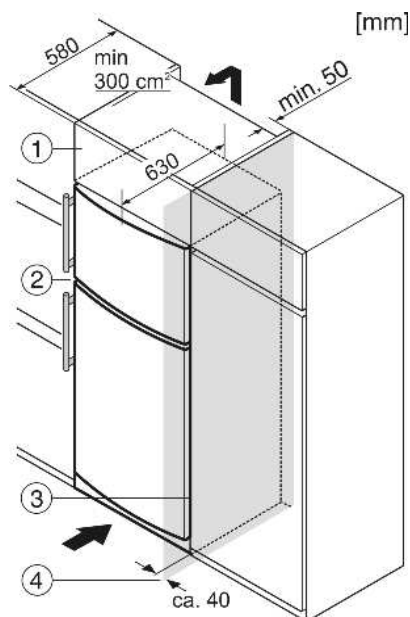

Fig. 6
- (1) Дополнительный шкафчик (3) Кухонный шкаф
(2) Устройство (4) Стенка
Устройство может быть окружено предметами кухонной обстановки. Чтобы уравнять устройство Fig. 6 (2) по высоте с кухонной стенкой, можно установить над устройством соответствующий дополнительный шкафчик Fig. 6 (1).
При комбинировании с обычными кухонными шкафами (глубина макс. 580 мм) устройство можно установить непосредственно рядом с кухонным шкафом Fig. 6 (3). Дверь устройства выступает по сторонам на 34 мм и по центру устройства на 50 мм относительно передней стенки кухонного шкафа. Поэтому ее можно свободно открывать и закрывать.
Если устройство установлено на шарнирах у стены Fig. 6 (4), то расстояние между устройством и стеной должно быть не менее 40 мм. Настолько выступает ручка при открытой дверце.